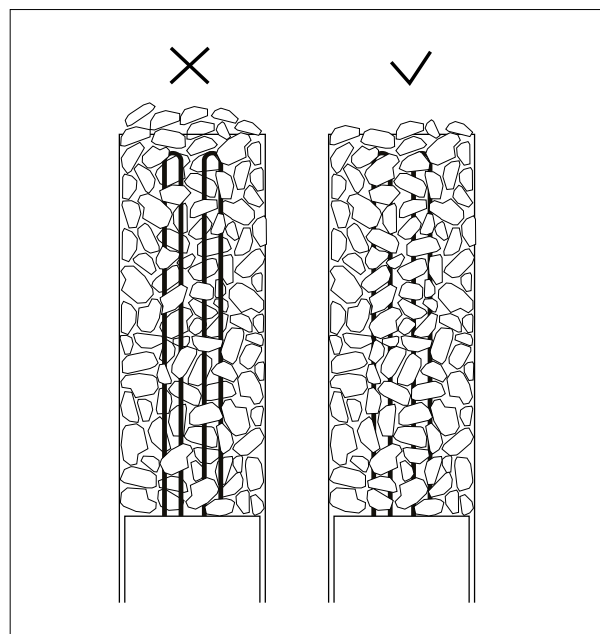

Abbildung 14. Auflegen der Saunaofenstein
- Die Saunaofensteine werden so dicht wie möglich an den äußeren Rand des Steinfachs gelegt, so dass die Heizelemente nicht sichtbar sind. Eine dichte Schicht schützt die umgebenden Materialien des Ofens vor Überhitzung (siehe Abbildung 14).
- Stapeln Sie die Steine nicht auf den Ofen (siehe Abbildung 14). Die Inspektion und Neuordnung der Saunaofensteine sollte alle sechs Monate erfolgen, und die Steine sollten alle 2-3 Jahre ausgetauscht werden.